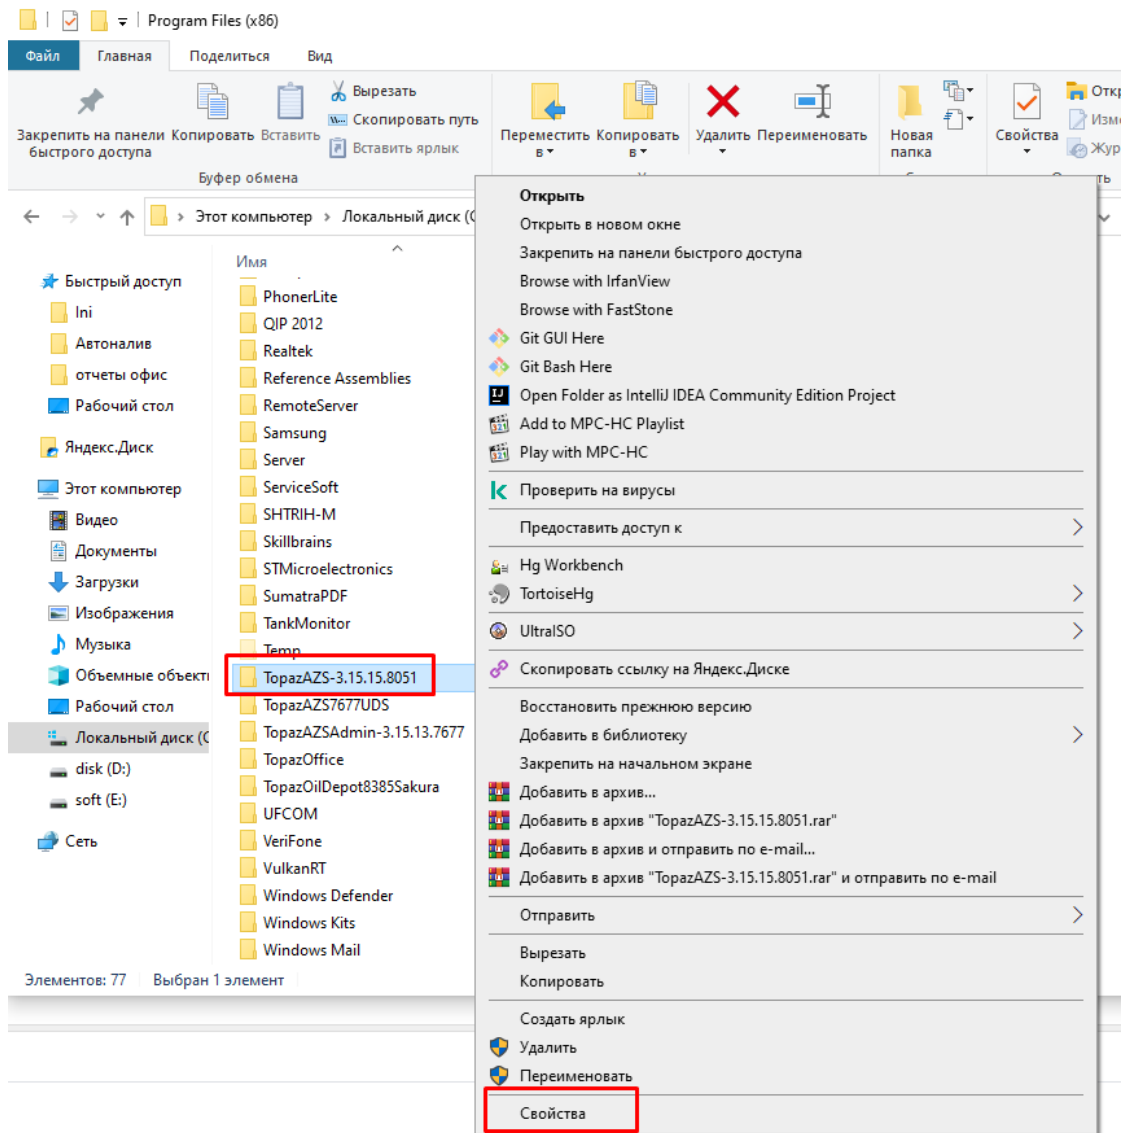

Рисунок 2.
2. Нажмите по каталогу правой кнопкой мыши и выберите "свойства" (рисунок 2);